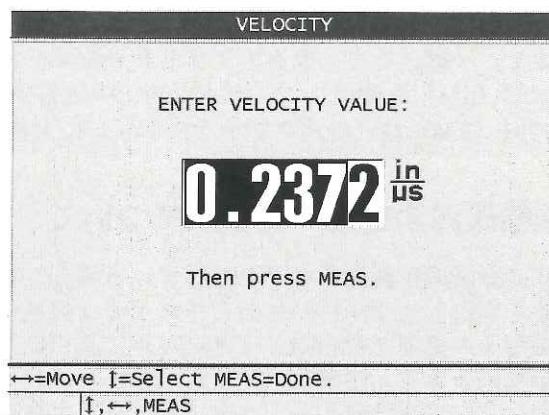

図 5-7 既知の材料音速の入力
2. VELOCITY (音速) 画面 (68 ページ図 5-7 参照) で、矢印キーを使って音速を既知の値に編集します。